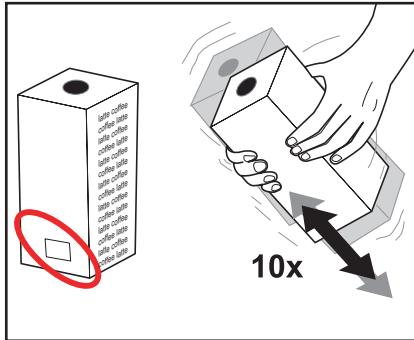

Рис. 2
- Соблюдать нанесенные на упаковки сроки годности (Рис. 2).
- Перед установкой в автомат встряхнуть упаковку не менее 10 раз. (Рис. 2)